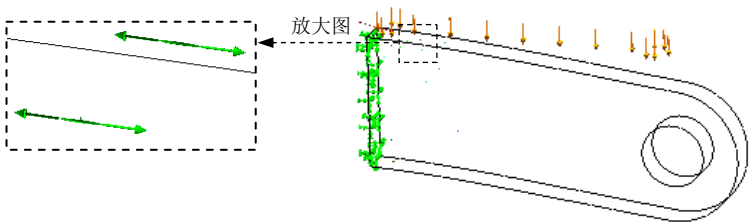

图 12.3.21 显示为主应力的张量图解
- ☑ ☒ 显示为张量图解  复选框：选中该复选框，显示主应力的大小和方向，如图 12.3.21 所示。